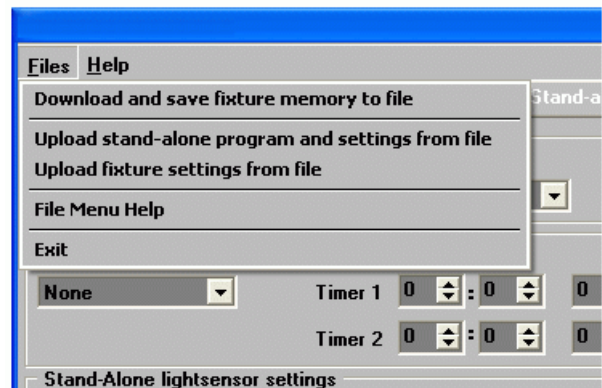

Bild 16: Verwalten der Geräteeinstellungen und Standalone-Sequenzen mit der MUM
- Übertragen Sie die Sequenz in die MUM und speichern Sie die Sequenz (siehe Bild 16).